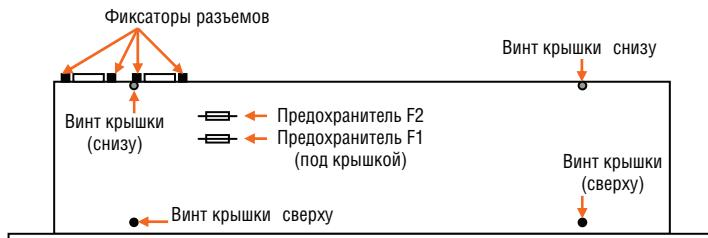

Рис. 15. Предохранители под крышкой панели управления (вид сверху)
- Возможно, перегорел внутренний предохранитель F1. Отвинтите 4 винта крепления крышки, 4 шестигранных фиксатора разъемов DB-9M, снимите крышку панели (см. рис. 15). Выньте, проверьте и при необходимости замените предохранитель F1 на аналогичный (номинал 1 A).